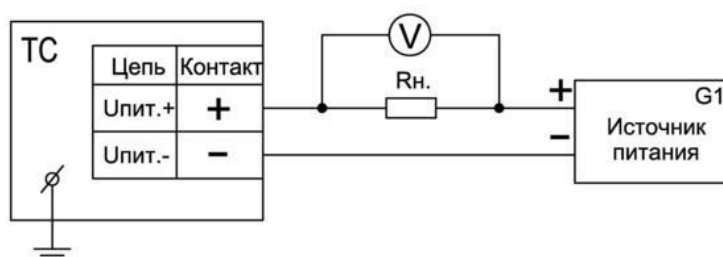

Рисунок 6.1. Схема подключения ТС к линии потребителя
5.7.5 Схема подключения ТС к линии потребителя — 2-хпроводная (см. рис. 6.1 \(стр. 271\)).